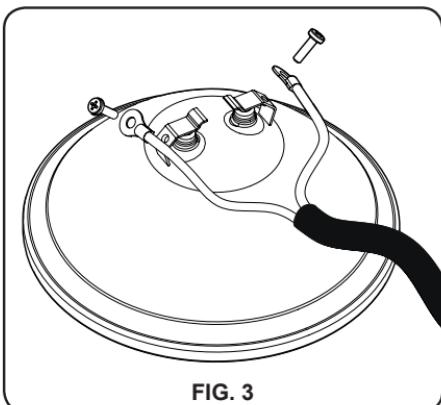

FIG. 3
4. Svitare le due viti che servono a realizzare la connessione elettrica della lampada PAR56 ad incandescenza (Fig.3).
4. Desaperte os dois parafusos destinados à ligação elétrica da lâmpada incandescente PAR56 (Fig. 3).